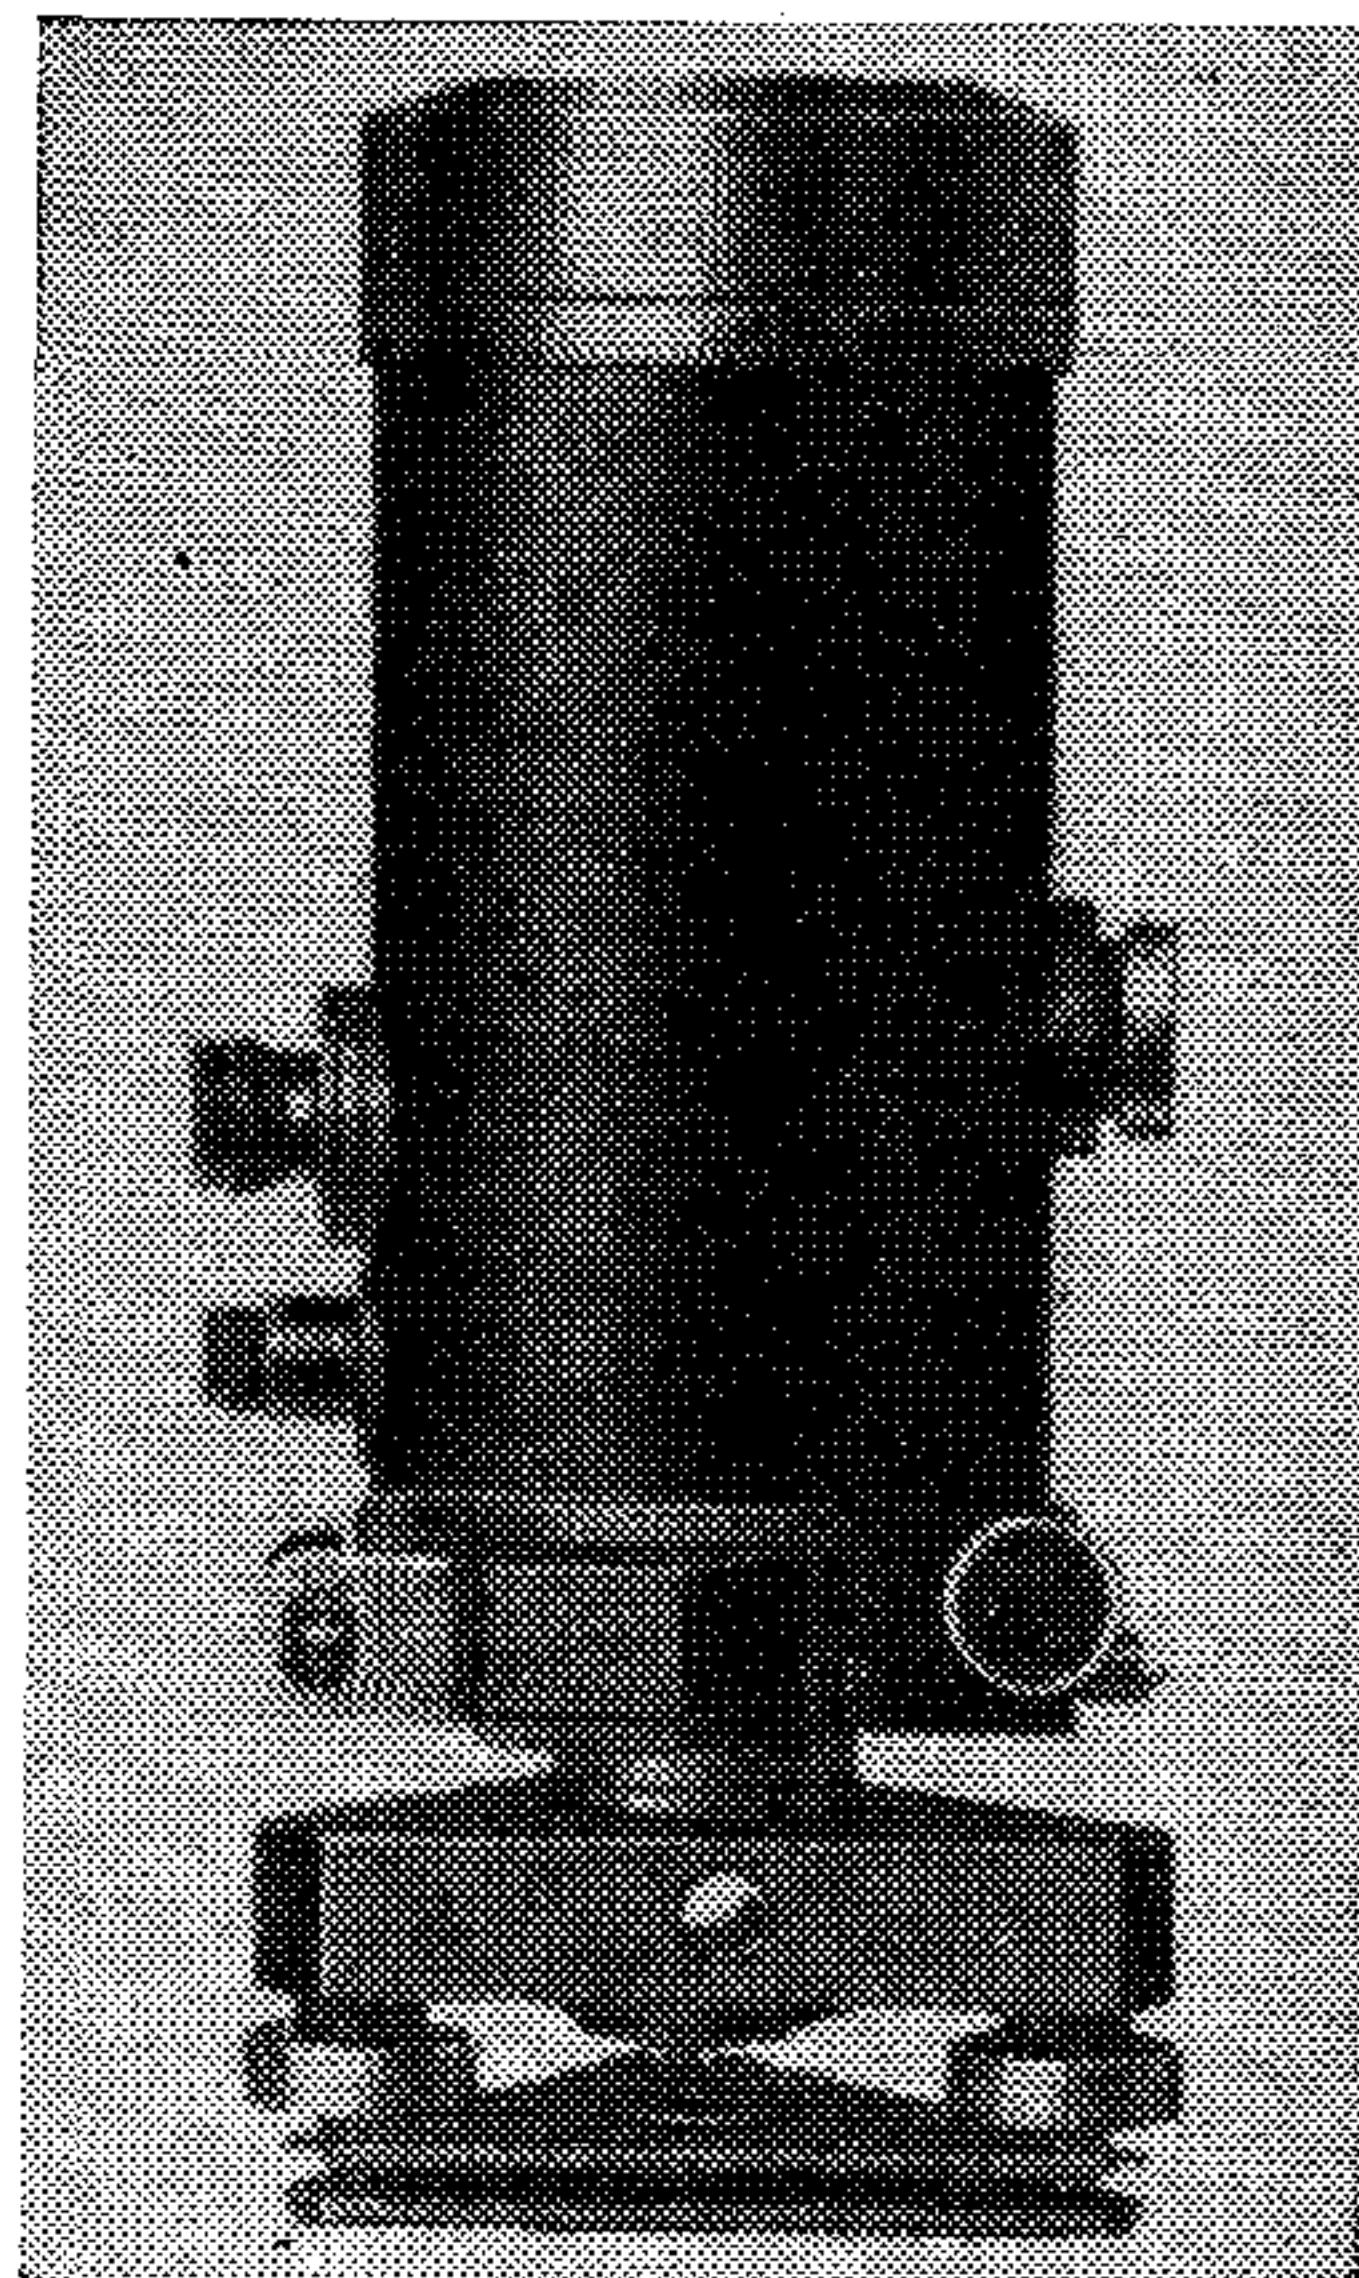

Рис. 32. Автоматический прецизионный зенит-прибор PZL
**5.14. Автоматический прецизионный зенит-прибор PZL** (рис. 32) предназначен для вертикального переноса опорных точек и строительных осей. Применяется при производстве геодезических работ в строительстве.